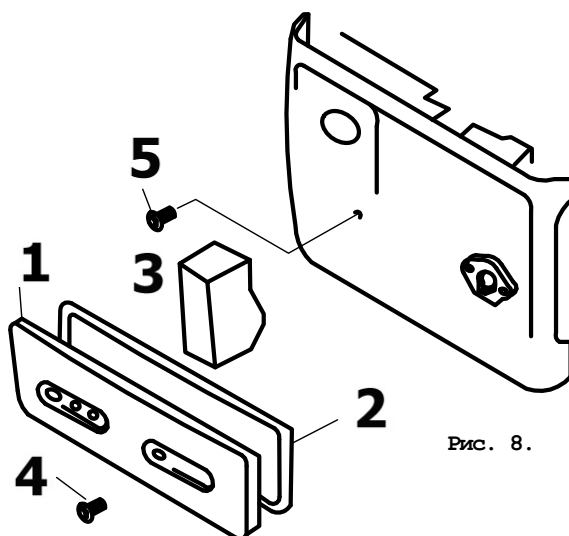

Рис. 8.
2. Демонтировать крышку (поз.20 на рис.1, поз.1 рис.8). При отделении крышки от корпуса не повредить уплотнение (поз.2 рис.8). Снять фильтрующий элемент (поз.3 рис.8).